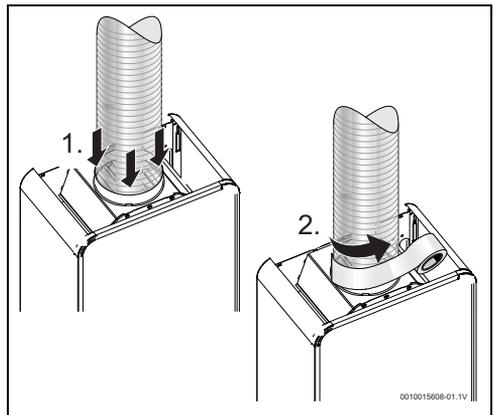

Fig. 11
- Estanqueización con material adecuado (fig. 11)